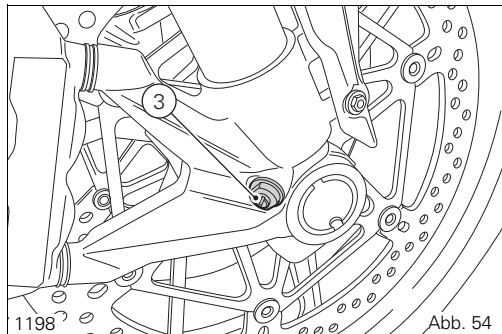
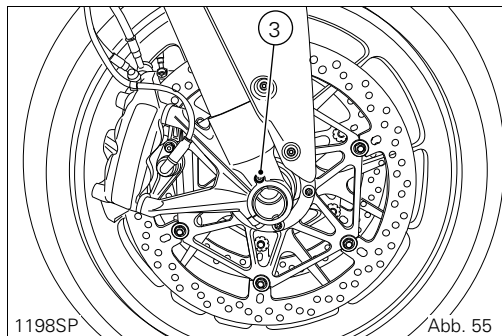

Abb. 54
Abb. 55
- 3) für die Änderung der hydraulischen Dämpfung in der Druckstufe (Abb. 55 und Abb. 54).